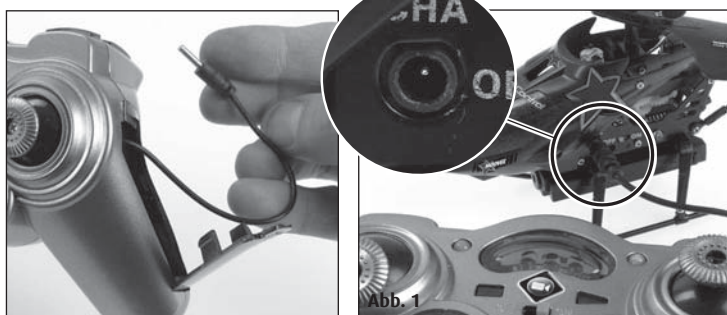

Abb. 1
2. Den Stecker des Ladekabels vorsichtig in die Ladebuchse des Helikopters stecken (Abb. 1). Der Stecker muss sich leicht in die Ladebuchse stecken lassen – KEINE GEWALT ANWENDEN. Wird der Stecker nicht richtig in die Ladebuchse gesteckt, kann der Helikopter beschädigt werden und unter Umständen Verletzungsgefahr bestehen.
- b. Den Stecker des Ladekabels vorsichtig in die Ladebuchse des Helikopters stecken (Abb. 1). Der Stecker muss sich leicht in die Ladebuchse stecken lassen – KEINE GEWALT ANWENDEN. Wird der Stecker nicht richtig in die Ladebuchse gesteckt, kann der Helikopter beschädigt werden und unter Umständen Verletzungsgefahr bestehen.
Der Schubregler (der linke Regler der Fernsteuerung) muss vor dem Einschalten nach unten zeigen. Anschließend den Kontrollschalter der Fernsteuerung auf „ON“ stellen (Abb. 1), dann leuchtet die Power-LED rot. Wählen Sie Kanal A, B oder C über den Kanalwahlschalter.